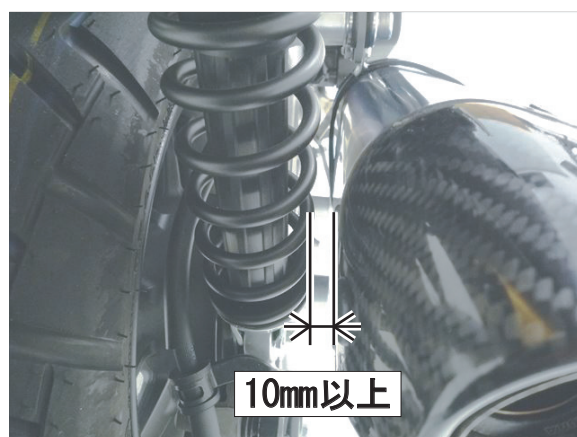

FIG. 14
12. サイレンサーとリアサスペンションとのクリアランスを確認して下さい。クリアランスが10mm未満の場合は手順10で取り付けした⑯SUSワッシャM10×26を⑳スペーサーカラー10-24-5に取り替え、10mm以上のクリアランスを確保して下さい。(FIG. 14参照)